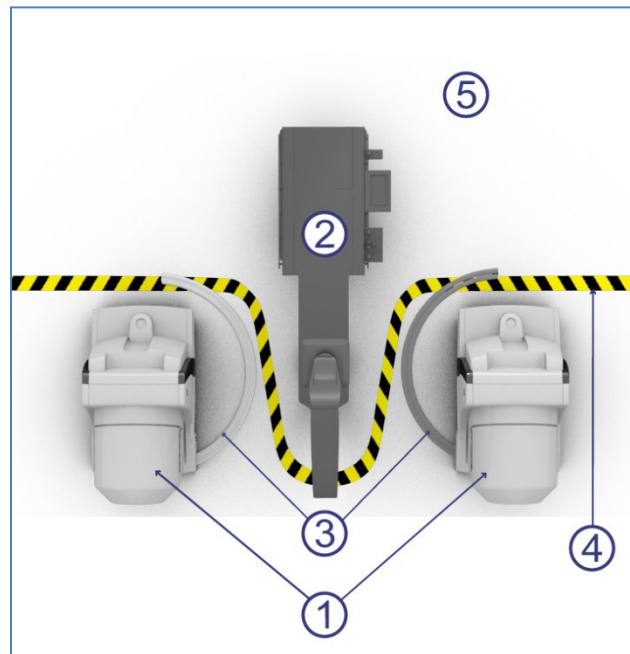

Figure 1. Schéma des composants d'une salle d'intervention
La disposition de la salle d'intervention magnétique est généralement semblable dans tous les établissements. La différence majeure est le système de radiologie (Siemens ou Philips). Ce tableau décrit les composants principaux (**Figure 1**) sans le système de radiologie.
3. Nettoyez et dégagez les rails au sol des positionneurs d'aimants (voir Figure 1).